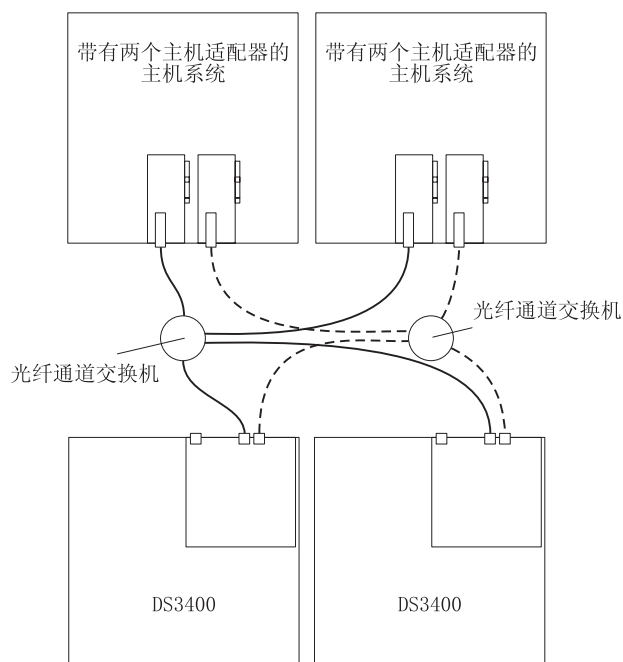

图 46. 双 SAN 环境中两个 *Storage Subsystem* 的示例
- 双 SAN 光纤网配置中的两个 Storage Subsystem，如第 49 页的图 46 中所示
在图 46 中，光纤通道交换机不连接在一起。每个交换机构成一个属于自己的 SAN 光纤网。